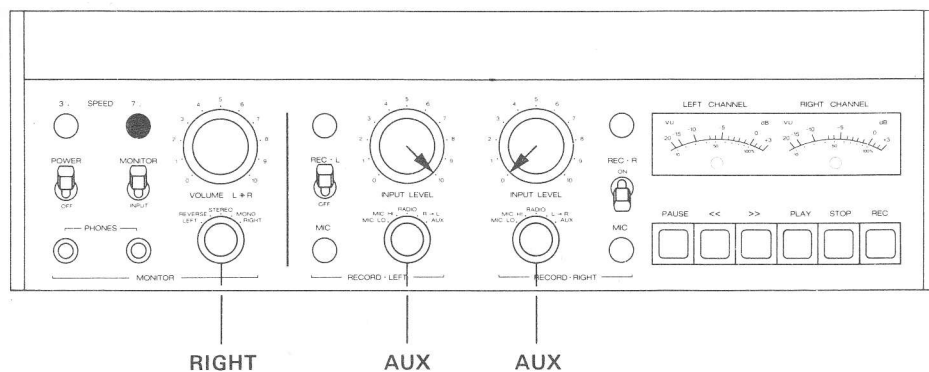

Fig. 6.5.-6
- Effectuez les commutations selon la fig. 6.5.—5.
- Branchez un millivoltmètre BF à la sortie (51) OUTPUT.
- Raccordez un générateur aux prises (48) AUX INPUT (1000 Hz, 0 VU + 6 dB).
- Bedienungselemente nach Fig. 6.5.—6 einstellen.